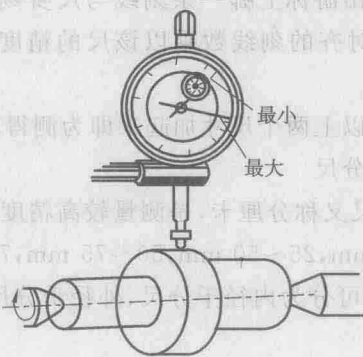

图 1-13 用百分表测量零件
(3) 使用方法
① 先将百分表固定在表架(支架)上,以测杆端的量头抵住零件被测表面,如图 1-13 所示,并使量头产生一定的位移(即指针存在一个偏转值),然后转动表盘使大指针指零。
② 移动被测工件,同时观察百分表表盘上指针的偏转量,该偏转量即为测量值。
(4) 注意事项